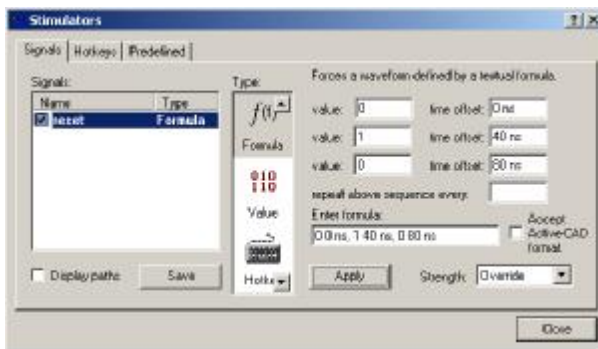

Рисунок 2.22 – Настроювання стимулятора для сигналу reset
2.7.6 Поверніться до вікна редактора часових діаграм. Оберіть сигнал **reset** і, клацнувши на ньому **правою** кнопкою миші, у контекстному меню оберіть команду **Stimulators...** З'явиться вікно **Stimulators**, де можна задавати тестові послідовності для обраних сигналів (рис. 2.22).